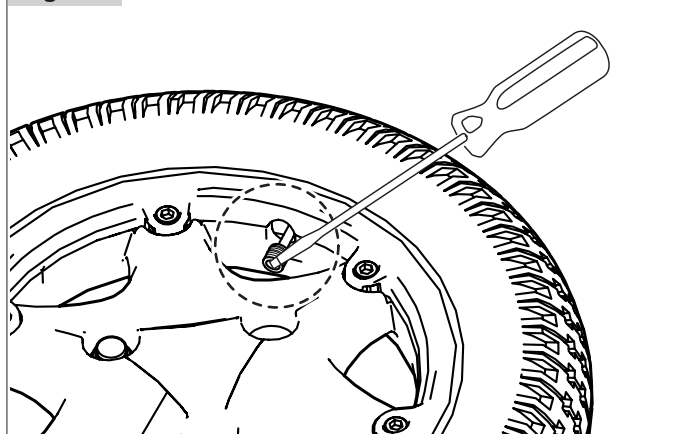

Fig. 8.5
- Er bevinden zich 6 bouten in de velg die losgedraaid/vastgedraaid moeten worden in de volgorde zoals getoond, (Fig. 8.5).
- Gebruik een 5,0mm inbussleutel om deze moeren los/vast te draaien. (Fig. 8.5).
- Draai de moeren vast in de eerder getoonde volgorde; let op dat u daarbij niet in de binnenband steekt (Fig. 8.5).